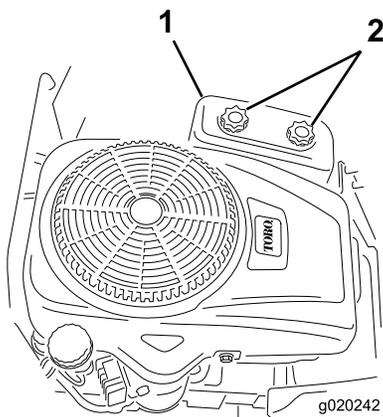

Bild 37
4. Schrauben Sie die zwei Handräder ab, um die Luftfilterabdeckung abzunehmen (Bild 37).
3. Setzen Sie die Luftfilterabdeckung auf und ziehen Sie die zwei Handräder an (Bild 37).